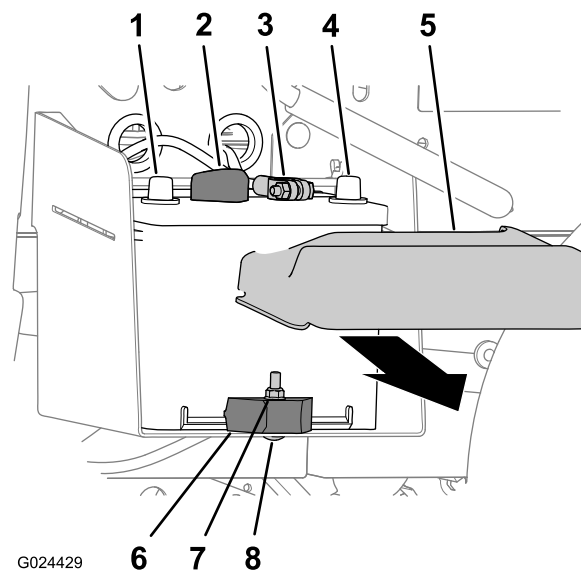

Figura 38
1. Aperte os lados da cobertura da bateria e retire a cobertura da parte superior da bateria (Figura 38).
2. Desligue o cabo positivo da bateria do terminal da bateria (Figura 38).
3. Desligue o cabo negativo da bateria do terminal da bateria (Figura 38).
2. Retire a porca de bloqueio, o parafuso de carroçaria e o grampo da bateria que fixa a bateria ao tabuleiro da bateria (Figura 38).
3. Retire a bateria do tabuleiro da bateria (Figura 38).
1. Alinhe a bateria com o tabuleiro da bateria da máquina (Figura 38).
Nota: Certifique-se de que os pólos positivo e negativo da bateria estão alinhados conforme indicado na Figura 38.
2. Fixe a bateria ao tabuleiro da bateria com o grampo da bateria, o parafuso de carroçaria e a porca de bloqueio (Figura 38).
1. Ligue o cabo positivo da bateria ao terminal da bateria (Figura 38).
2. Ligue o cabo negativo da bateria ao terminal da bateria (Figura 38).
3. Coloque a tampa da bateria na parte superior da bateria (Figura 38).